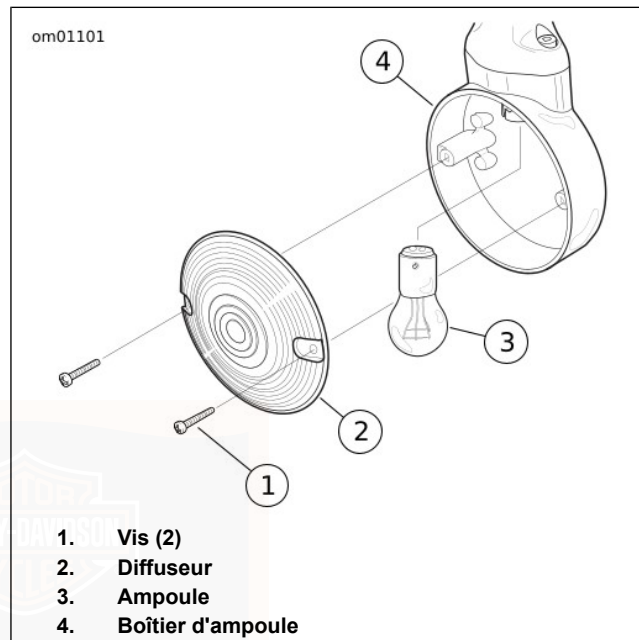

Figure 69. Ensemble de feu de direction : Diffuseur de style plat
1. Voir Figure 69. Retirer deux vis pour détacher le diffuseur du boîtier d'ampoule.